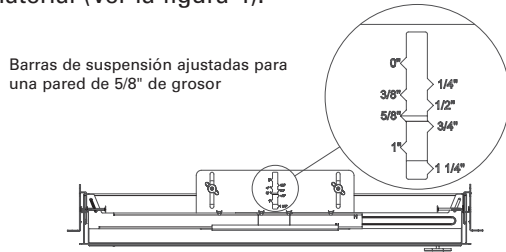

Figura 4
- Ajuste la luminaria para acomodarla al ancho de la pared, el yeso o la losa que se utilizará. Las muescas y las marcas en el sostén de las barras de suspensión se corresponden con el ancho del material (Ver la figura 4).